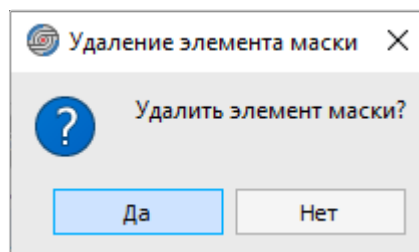

Рисунок 115. Удаление элемента маски
- 6) Для удаления элемента маски в контекстном меню выбрать пункт «Удалить элемент», либо нажать клавишу **Del**. Если элемент маски ссылается на структуру проекта, то отобразится окно «Удаление элемента маски» (см. рисунок 115). При нажатии на кнопку ОК элемент маски будет удален.